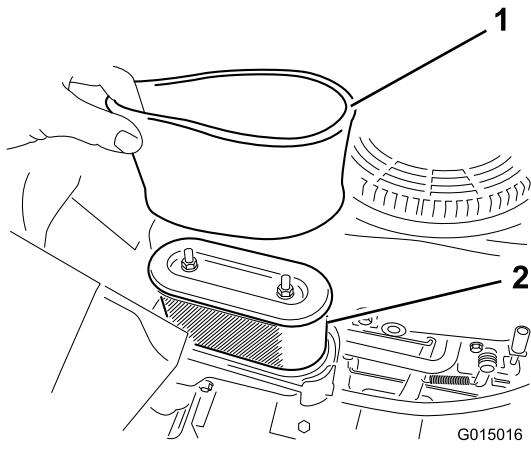

Figura 28
5. Retire cuidadosamente los elementos de gomaespuma y papel de la carcasa del limpiador de aire (Figura 28).
1. Instale el filtro de gomaespuma sobre el filtro de papel (Figura 28).